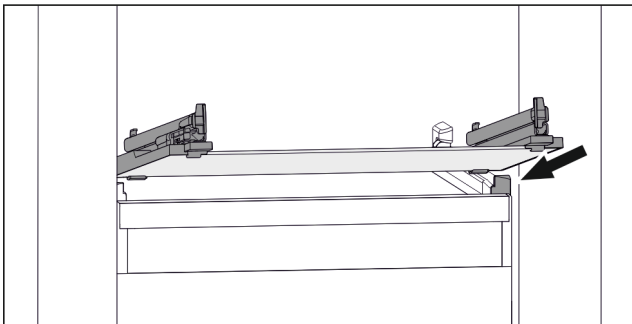

Fig. 107 Eksempel på fremstilling av glassplaten
- ▶ Sett glassplaten på skrå bak stopperne. (se Fig. 107)